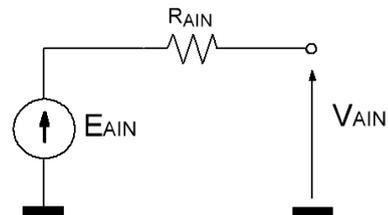

Figure 2
- a. En utilisant le théorème de Thevenin, déterminer les expressions de  $E_{AIN}$  et  $R_{AIN}$  (figure2).